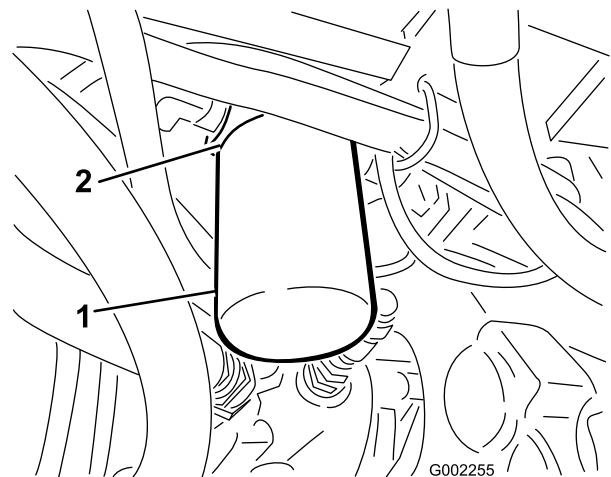

Figura 57
2. Limpie alrededor de la zona de montaje del filtro (Figura 57).
4. Retire el filtro (Figura 57).
5. Lubrique la junta del filtro nuevo (Figura 57).